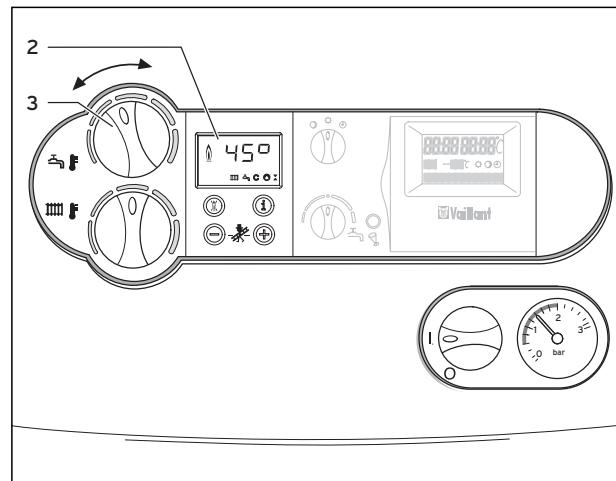

Abb. 4.6 Einstellung der Speichertemperatur
Bei Unterschreiten der eingestellten Speichertemperatur geht das Gerät selbsttätig in Betrieb und heizt den Speicher nach. Während der Speicherladung blinkt im Display (2) die Anzeige , siehe Abbildung 4.6.
- Drehen Sie hierzu den Drehknopf (3) zur Einstellung der Warmwassertemperatur auf Linksanschlag, siehe Abbildung 4.6. Die Solarfunktion wird deaktiviert, es bleibt eine Frostschutzfunktion für den Speicher aktiv. Im Display (2) wird für ca. fünf Sekunden eine Speicher-temperatur von 15°C angezeigt.